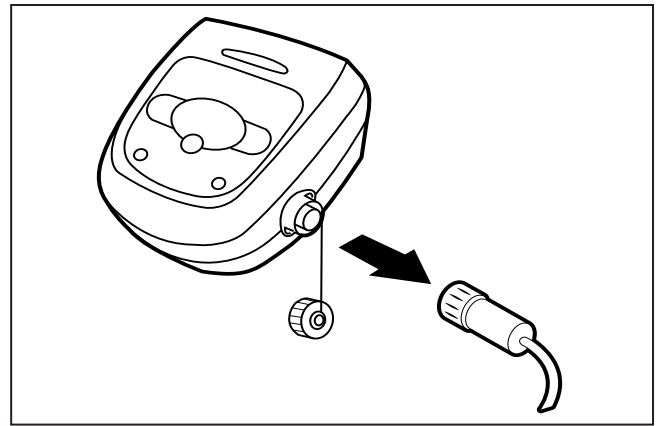

Figura 17. Desenchufe
3. Desconecte la alimentación del limpiador en la caja de control (Figura 17).